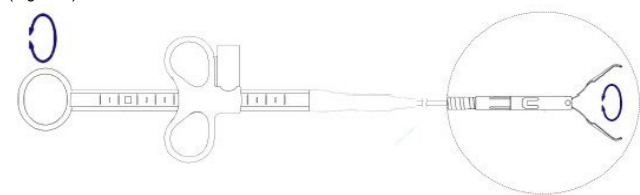

Figura 3
16.3.2. Para girar o clipe, a fim de ajustar o ângulo entre o clipe e a lesão, basta girar a Haste Central em qualquer direção enquanto segura a camada de revestimento imóvel. (Figura 3).